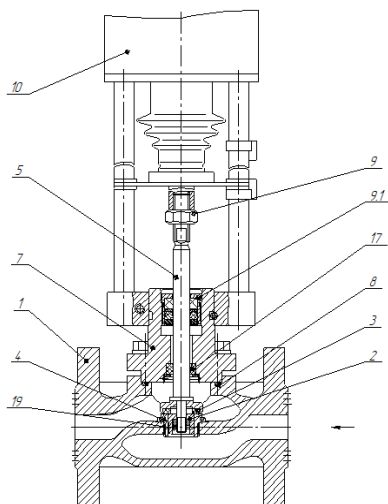

Рисунок 2. Незагруженный по давлению клапан DN 15 – 40. Исполнение А.
3.1.2. Неразгруженный клапан (рисунок 2) состоит из следующих основных узлов и деталей: